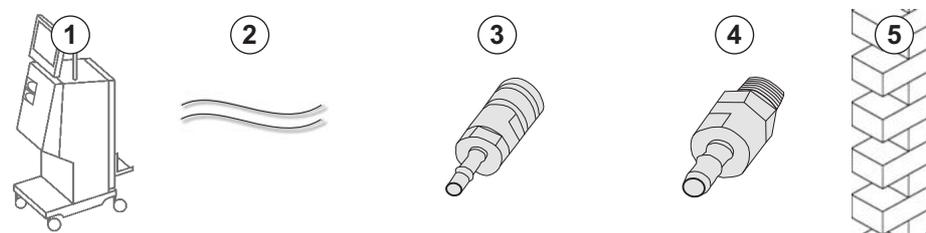

Abb. 4-7 Zentrale Konzentratversorgung mit Aquaboss-Kupplungen
- Konzentrat-Kupplung (Abb. 4-7 , ③) (Geräteseite), Material 1.4529 EPDM
- Konzentrat-Verschlussnippel AISI 316L (④ , Wandseite), Material 1.4529 EPDM.
1. Konzentrat-Kupplung ③ an den direkt aus dem Gerät kommenden Schlauch der Zentralen Konzentratversorgung ② anschließen.
2. Konzentrat-Kupplung ③ an den an der Wand befestigten Konzentrat-Verschlussnippel ④ anschließen.